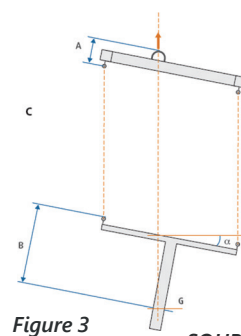

Figure 3
- ⊗ L'anneau de suspension n'est pas centré par rapport au palonnier ou la pièce est asymétrique : le palonnier et la charge s'inclinent jusqu'à ce que le centre de gravité G de la charge soit à la verticale du crochet de levage (voir Figure 3).